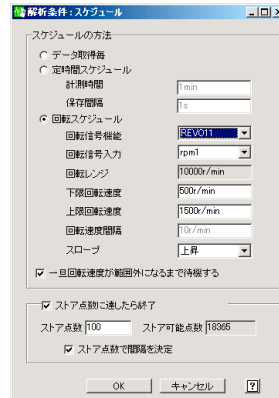

図 13
- ③ [スケジュール] ダイアログの設定をします。ここでは 500 r/min から 1500 r/min まで、等間隔の速度で 100 データを採取する測定を行うため、下表のように設定します (図 13)。測定速度間隔は次式で求めることができます。